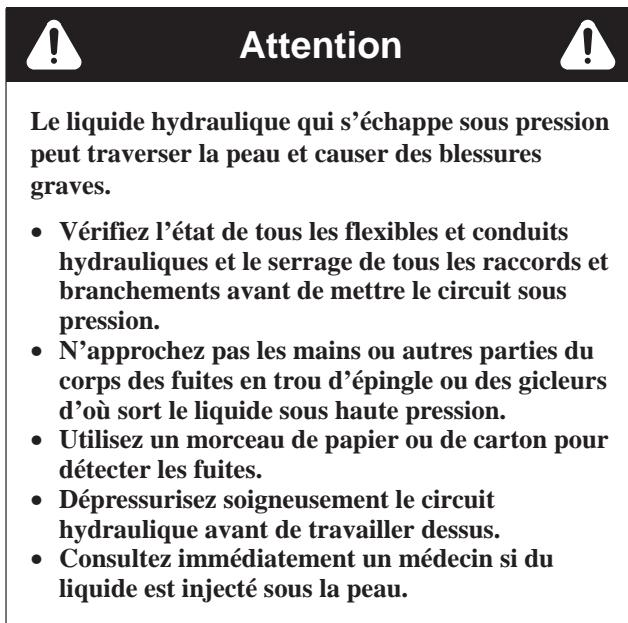

Figure 58
2. Nettoyez la surface autour de la surface de montage du filtre. Placez un bac de vidange sous le filtre et déposez le filtre (Fig. 58).